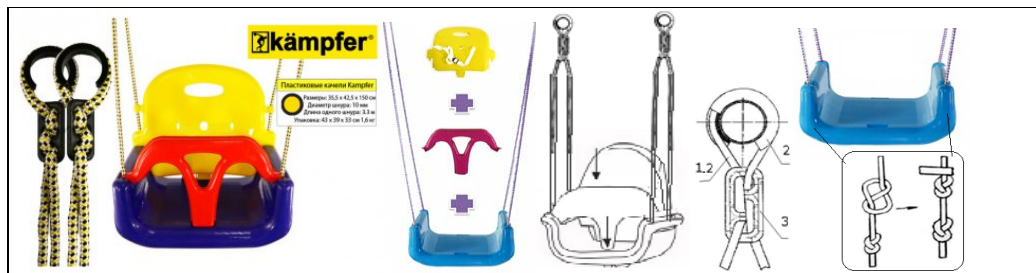

Рисунок 13
**7.4.** Для модели **Kampfer Alpen Baby** соберите качели со спинкой **3в1** рисунок 13. Вставьте в основание сиденья съёмные ограничитель и спинку. Для подвеса качелей используйте комплект тросов-веревки. Установите на комплекс катушки и равномерно закрепите на них тросы при помощи фиксаторов. Проденьте нижние части веревок через боковые отверстия в сидении качелей, выровняйте их положение и закрепите двойными узлами под сидением.